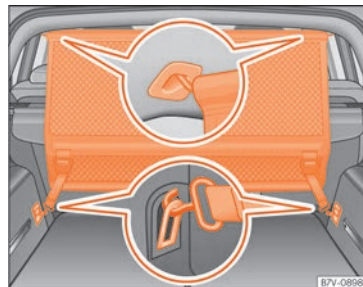

Fig. 171 Nel bagagliaio: montare la rete divisoria dietro alla seconda fila di sedili.
- Agganciare la rete divisoria al supporto posteriore sinistro del tetto »» fig. 171. Assicurarsi di guidare la barra dalla parte superiore verso il basso.
- Fissare i due ganci della rete divisoria alle cinghie anteriori del bagagliaio »» fig. 171, quindi tendere le cinture.
- Agganciare la rete divisoria al supporto anteriore sinistro del tetto »» fig. 171. Assicurarsi di guidare la barra dalla parte superiore verso il basso.
- Rilasciare i ganci della rete di separazione degli occhielli »» fig. 171.
- Sganciare la rete divisoria al supporto destro del tetto »» fig. 171 premendo la barra.